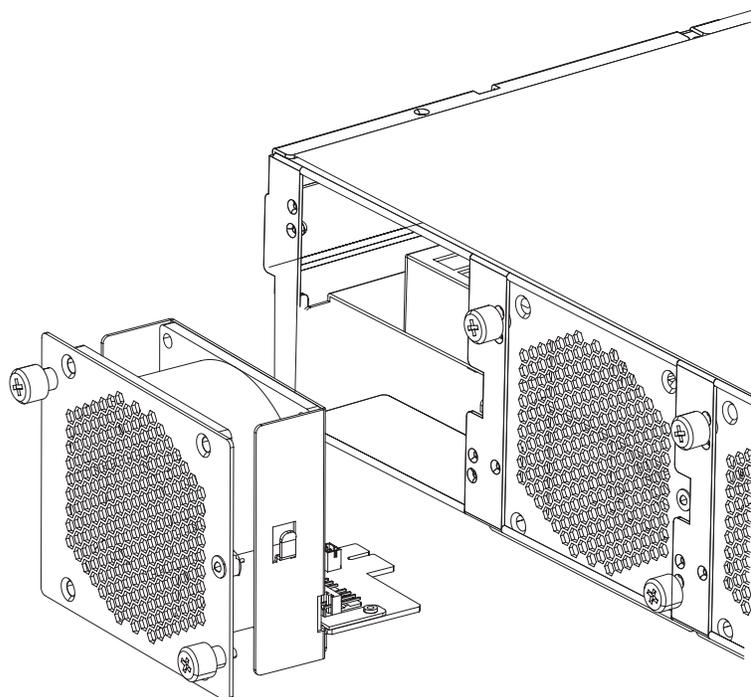

Figura 15. Retirada del módulo de ventiladores en un dispositivo del tipo 7199
5. Retire el módulo de ventiladores, como se ilustra en la Figura 15.